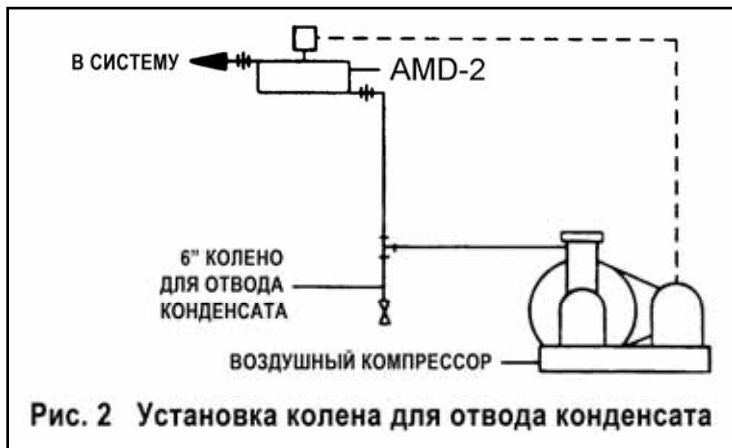

Рис. 2 Установка колена для отвода конденсата
- Шаг. 2. Колено для отвода конденсата необходимо установить в воздушную линию между воздушным компрессором и устройством AMD-2 (как показано на рис. 2).